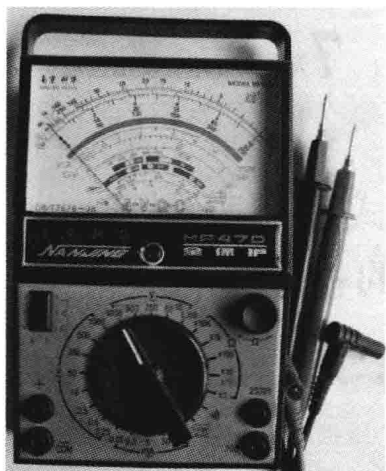
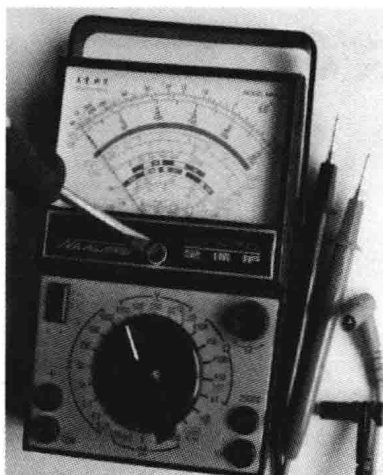

图 3-2 水平放置万用表
图 3-3 调节机械调零旋钮
(1) 万用表水平放置，机械调零。检查指针是否停在表盘左端的零位，如有偏离，可用小螺丝刀轻轻转动表头上的机械调零旋钮，使指针指零，如图 3-2、图 3-3 所示。